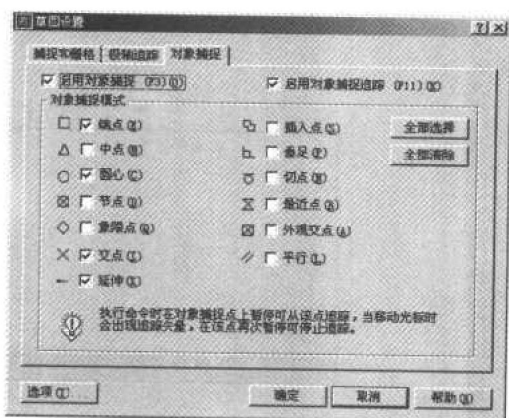
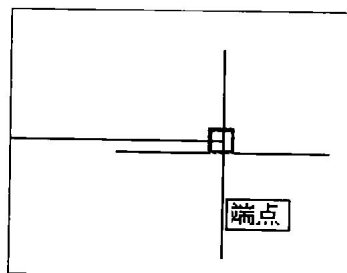
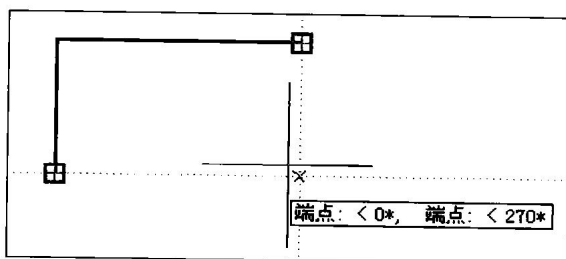

图 1-14 设置自动捕捉方式
图 1-15 自动捕捉到端点
图 1-16 使用自动追踪功能捕捉交点
该功能,则在绘图过程中将自动捕捉中点、端点、垂点等图形对象的几何特征点。自动捕捉的方式在“草图设置”对话框的“对象捕捉”选项卡中设置,如图 1-14 所示。如图 1-15 所示为设置端点的自动捕捉方式后在绘图过程中出现的状态。
- : 该按钮用于控制是否启用自动追踪功能。启用该功能后,当 AutoCAD 自动捕捉到图形中某个特征点时,再以这个点为基准点沿正交或某极坐标方向寻找另一特征点,与此同时在追踪方向上显示出一条辅助线。如图 1-16 所示为自动捕捉与自动追踪结合使用的结果。
- : 该按钮用于控制是否启用显示线段宽度的功能。如图 1-15 所示线段为关闭该功能后的效果,如图 1-16 所示线段为启用该功能后的效果。